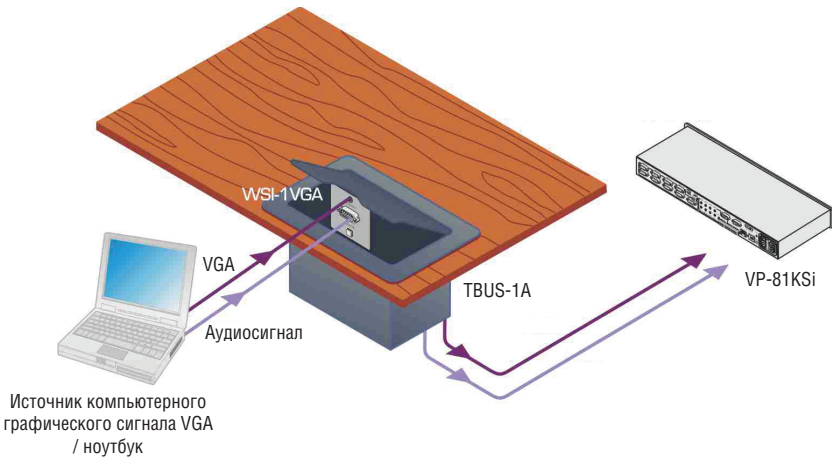

Рис. 5. Модуль-вставка WSI-1VGA, вмонтированный в коробку TBUS-1A.
Модуль-вставка двойного типоразмера **WSI-1VGA** может встраиваться в стандартные рамки Kramer или в встраиваемые кабельные коробки, например Kramer **TBUS-1A**, **TBUS-4i** или **TBUS-5i** (см. рис. 5).
На рис. 5 изображен модуль-вставка **WSI-1VGA**, вмонтированный в коробку **TBUS-1A**.
- для **WSI-1VGA** — внутри **TBUS-1A** (см. рис. 5).